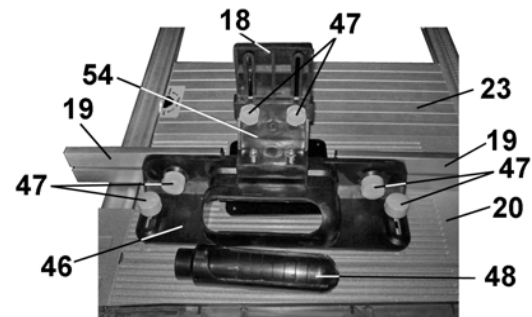

Рис.17
8.5.2. Болтовым соединением скрепите держатель планок (46) и держатель вертикальной планки (54), Рис.17. Держатель планок (46) закрепите на рабочем столе (20), Рис. 16-18. На держателе (46) установите и закрепите направляющие планки (19), вставьте (задвигая) патрубок (49), Рис.16-18. На держателе (54) установите и закрепите прижимную планку (18), Рис.17.